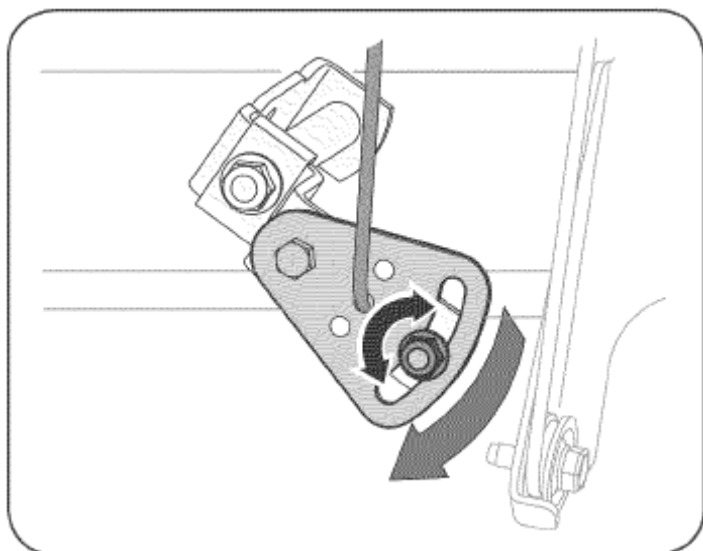

Рисунок 19
- 2) ослабьте гексагональную гайку на фиксаторе троса (см. рис. 19);